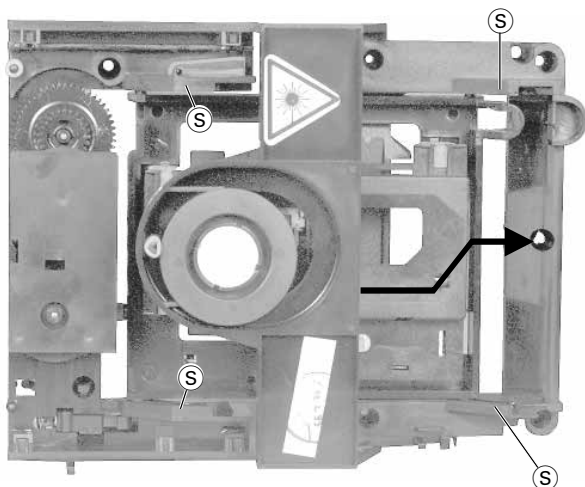
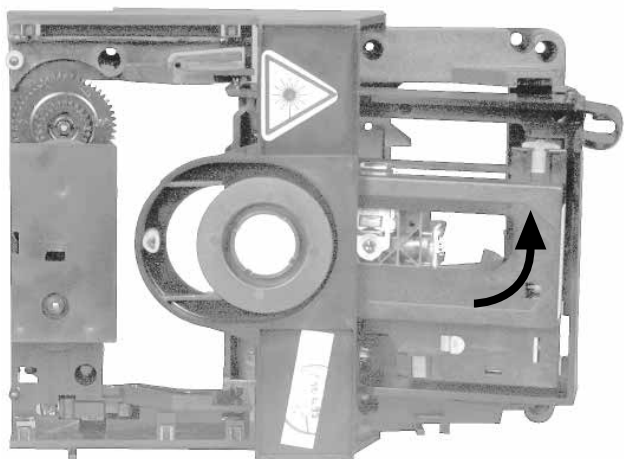

Fig. 7
Fig. 9
6. Zerlegen des CD-Laufwerks (Fig. 7 - 10)
- Den Schlitten nach rechts hochschieben (Fig. 7 und 8).
- Der Schlitten kann jetzt an der rechten Seite angehoben und danach ausgehängt werden (Fig. 9 und 10).
- Beim Wiedereinsetzen auf richtigen Sitz in den Führungen (S) achten.
6. Disassembling the CD Drive (Fig. 7 - 10)
- Move the sled to the right (Fig. 7 and 8).
- The sled can now be lifted on the right side and can be removed (Fig. 9 and 10).
- Take care of the guide rail (S) when fitting the sled.